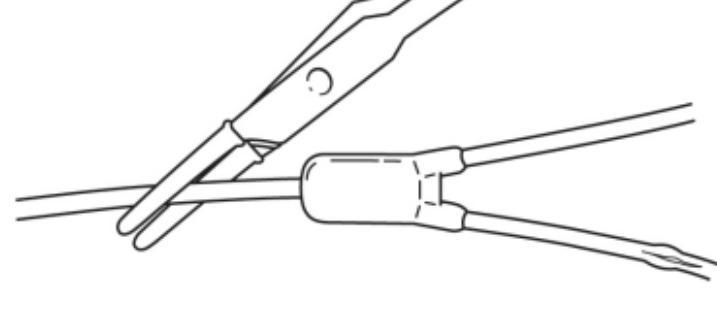

Fig. 10
1. Prepareer het gebied. Klem de katheter distaal van het Y-spruitstuk stevig af met een van een rubber beschermlaag voorziene klem (fig. 10).